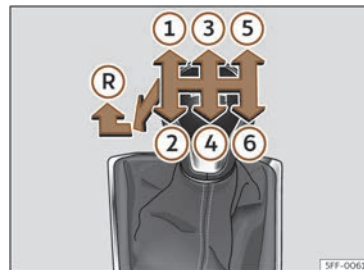

Fig. 125 Grille des vitesses de la boîte manuelle à 6 vitesses.
Les positions des vitesses sont représentées sur le levier de vitesses >>> **fig. 125**.
- Au point mort, appuyez sur le levier de vitesses, déplacez-le complètement vers la gauche puis vers l'avant pour passer la marche arrière >>> **fig. 125 (R)**.